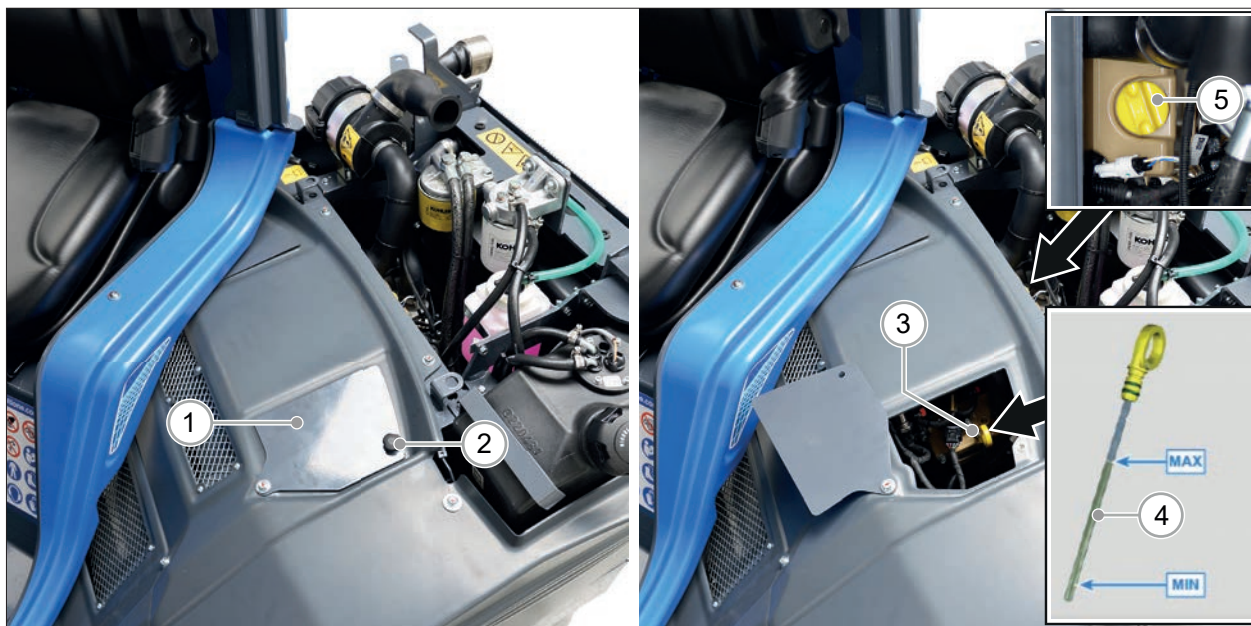

РИС. 58
- 4) Открутите винт (РИС. 58 - Сс. 1) для открытия крышки в правой части двигательного отсека (РИС. 58 - Сс. 2).
- 5) Извлеките щуп (РИС. 58 - Сс. 3) и посмотрите на отметки «максимальный уровень» и «минимальный уровень» (РИС. 58 - Сс. 4). Уровень масла в идеале должен быть между этими двумя отметками.
- Откройте крышку масляного фильтра двигателя (РИС. 58 - Сс. 5);